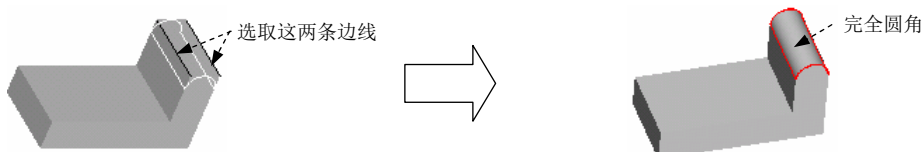

图 5.13.5 创建完全圆角
如图 5.13.5 所示, 通过指定一对边可创建完全圆角, 此时这一对边所构成的曲面会被删除, 圆角的大小被该曲面所限制。下面说明创建一般完全圆角的过程。
Step3. 选取圆角的放置参考。在模型上选取图 5.13.5 所示的两条边线, 操作方法为: 先选取一条边线, 然后按住键盘上的 Ctrl 键, 再选取另一条边线。